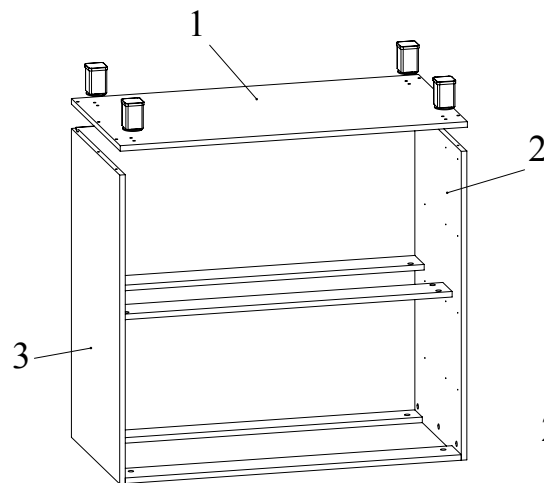

Рис.6
8. Соединить при помощи конфирматов 7x50 дно 1 с боковинами 2, 3 (Рис. 6).
9. Прикрепить при помощи конфирматов 7x50 опоры ко дну 1 (Рис. 6).